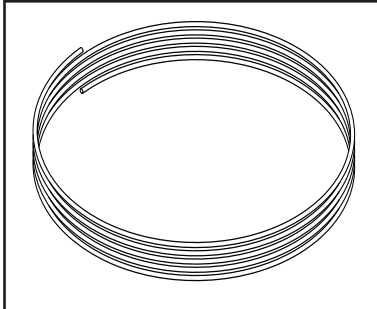

Figura 19. Alámbrico para conexión a tierra
2. Quite los tornillos que sujetan la cubierta a la placa posterior y empuje la cubierta hacia arriba para exponer las terminales (ver Figura 19).
3. Saque la tapa blanca que cubre el agujero (ver Figura 19).
5. Conecte un cable para atar el cable del controlador como se muestra en la Figura 19.